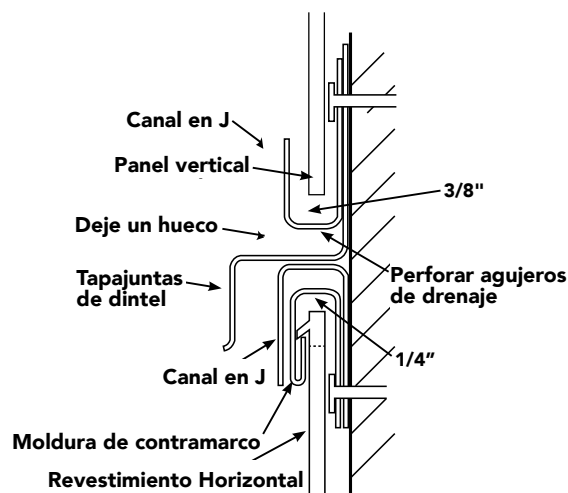

Figura 49
- El tramo superior del canal en J debe tener agujeros de un diámetro mínimo de 3/16" (4.8 mm) taladrados con un máximo de 24" (610 mm) de separación para permitir el escurrimiento del agua, y la faja inicial (canal en J) no deberá estar cerca del tapajuntas de dintel porque bloqueará los agujeros de drenaje. Deje una separación como se indica (Figura 49).